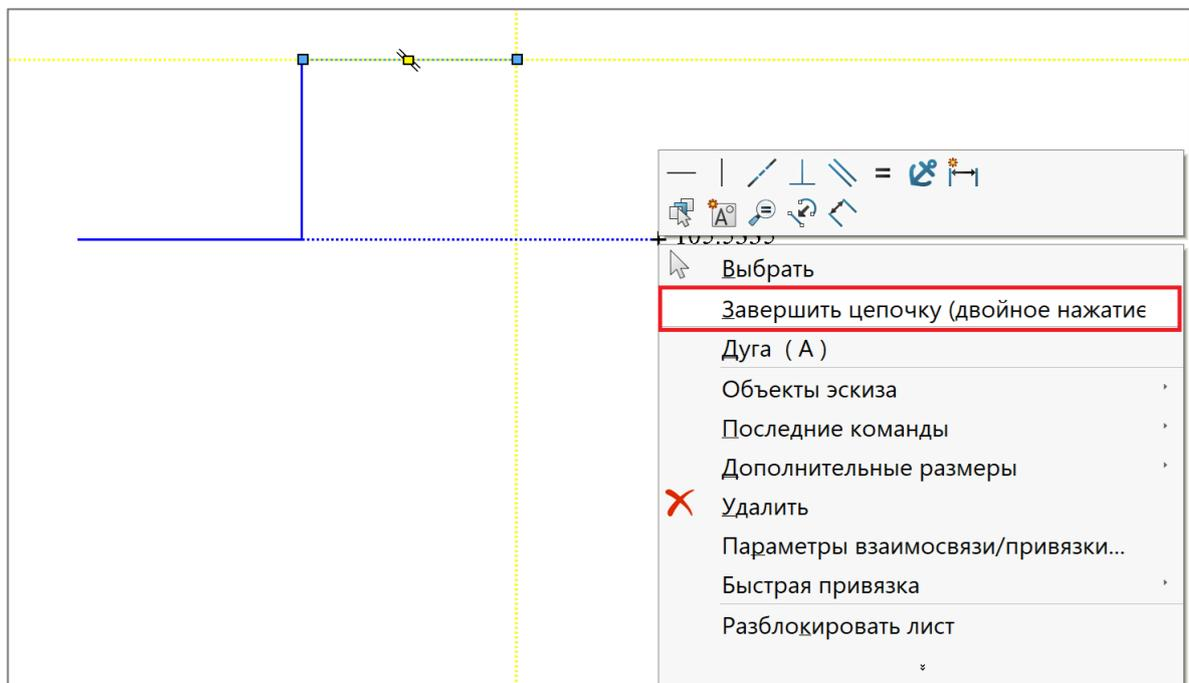

Рисунок 1.17 – Побудова лінії
2. Режим «натиснути-натиснути» – проектування об'єкта починається і закінчується при натисканні кнопки миші, проектується об'єкт переміщенням між двома цими натисканнями. Для того, щоб закінчити побудову, необхідно здійснити подвійне клацання миші, або викликати контекстне меню правою кнопкою миші, з якого вибрати «Завершити ланцюжок» (рис. 1.17).